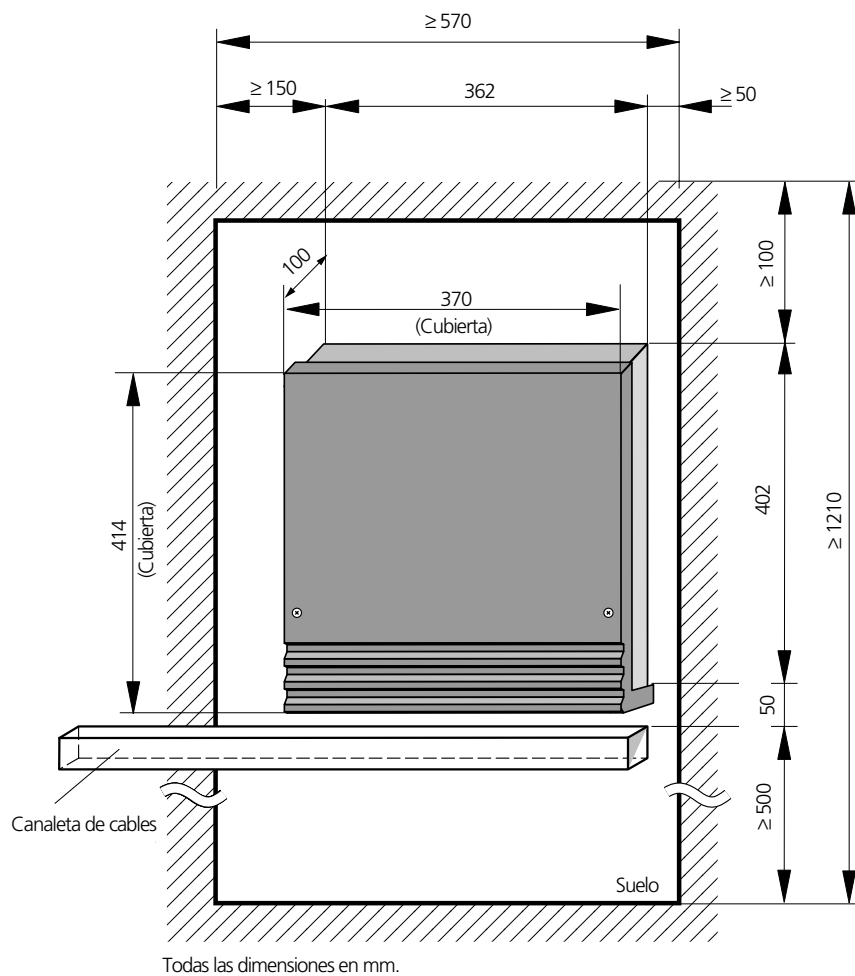

Fig. 4.1: Dimensionado de NETCOM neris 4/8
- Dejar aproximadamente 250 mm de espacio libre en la parte superior e inferior de la centralita (*Fig. 4.1*).